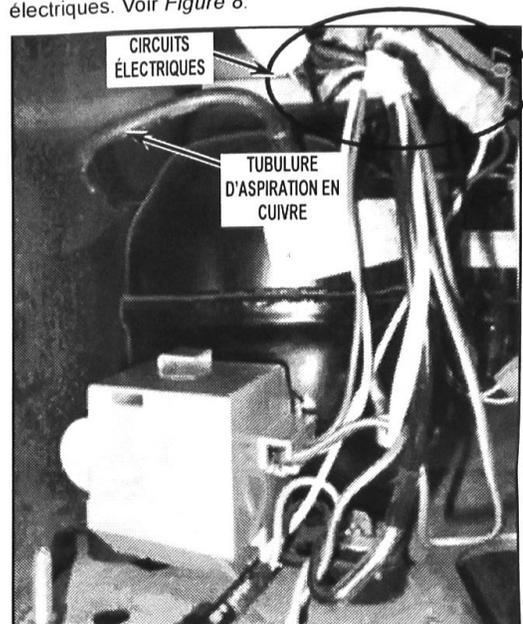

FIGURE 8
12. Plier la tubulure d'aspiration en cuivre vers le bas pour que son point bas ne se trouve pas au-dessus des circuits électriques. Voir Figure 8.